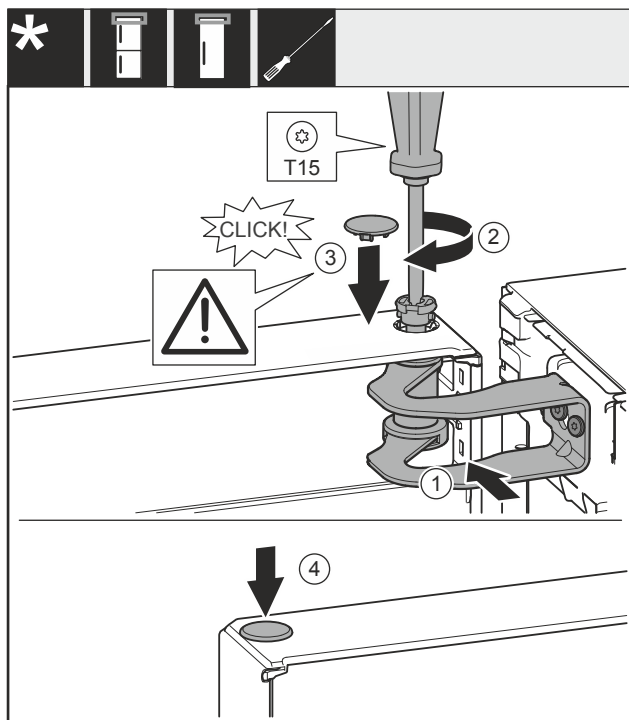

Fig. 25
- Tür zur Öffnung im Lagerbock Fig. 25 (1) ausrichten.
- Bolzen Fig. 25 (2) einsetzen und mit Schraubendreher festschrauben.
- Abdeckung Fig. 25 (3) einsetzen.
- Kontrollieren, dass die Abdeckung Fig. 25 (3) auf der Tür aufliegt.
- Abdeckung Fig. 25 (4) einsetzen.